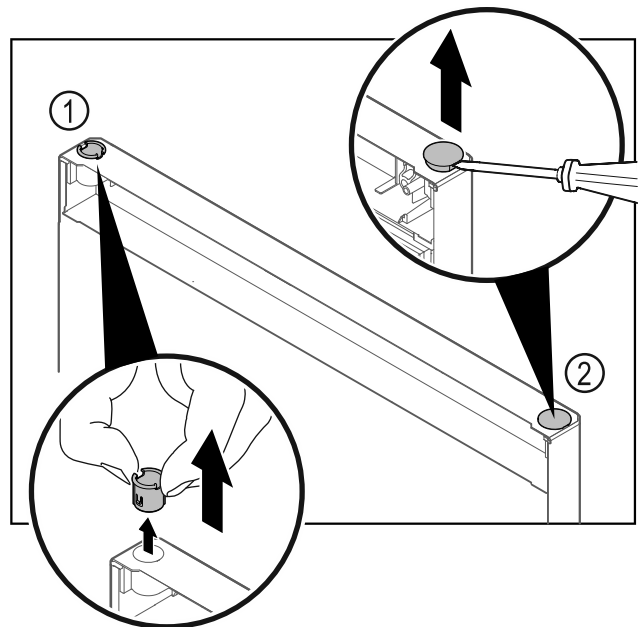

Fig. 30
- Vytiahnite puzdro závesu Fig. 30 (1) prstami.
- Plochým skrutkovačom opatrne nadvihnite kryciu zátku Fig. 30 (2) a vytiahnite ju.